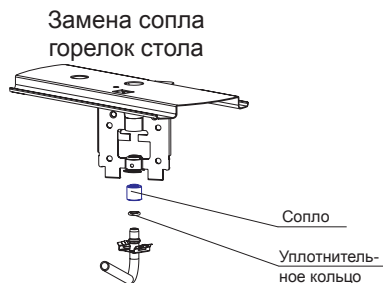

рис. 16
22.1. Проведение замены сопла при ремонте, а также при переводе на другой тип газа (рис. 16, 17, 18)
6. Снять установленные сопла, для этого отверткой необходимо отсоединить металлическую защелку от отбортовки гнезда держателей сопла и вывести газоподводящую трубку вместе с соплом из гнезда, затем снять сопло с трубки газа. (рис.16). Резиновые уплотнительные кольца рекомендуется оставить на трубках.